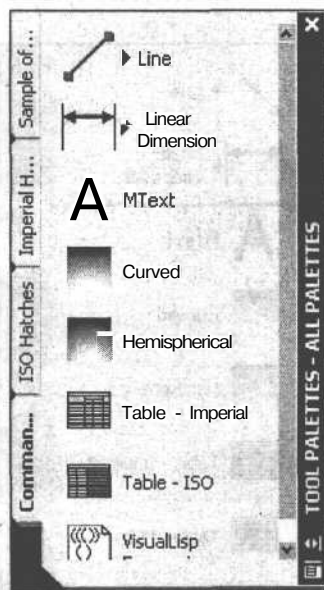

Рис. 11.21. Инструментальная палитра на вкладке **Command Tools**
1. Щелкните по кнопке  **Tool Palettes** (Инструментальные палитры) на стандартной панели инструментов **Standard** (Стандартная) для вызова панели **TOOL PALETTES (ИНСТРУМЕНТАЛЬНЫЕ ПАЛИТРЫ)** и перейдите в ней на вкладку **Command Tools** (Команды) (рис. 11.21).